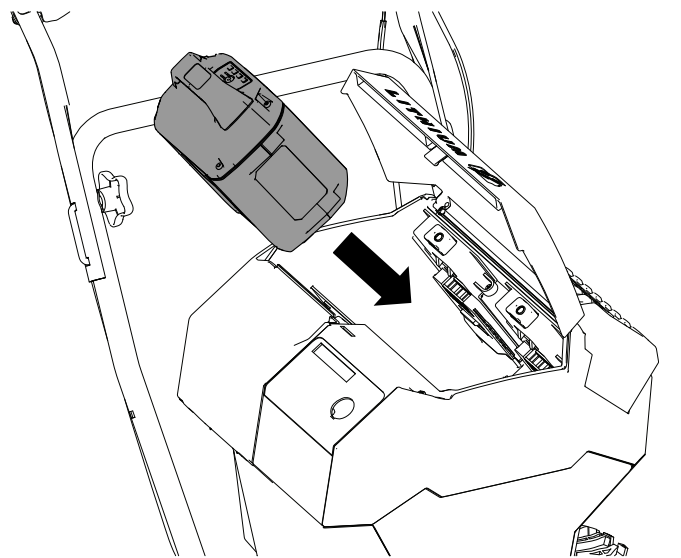

Figura 11
3. Alinhe a cavidade da bateria com o ressalto na máquina e deslize a bateria para o compartimento até que encaixe no sítio (Figura 11).